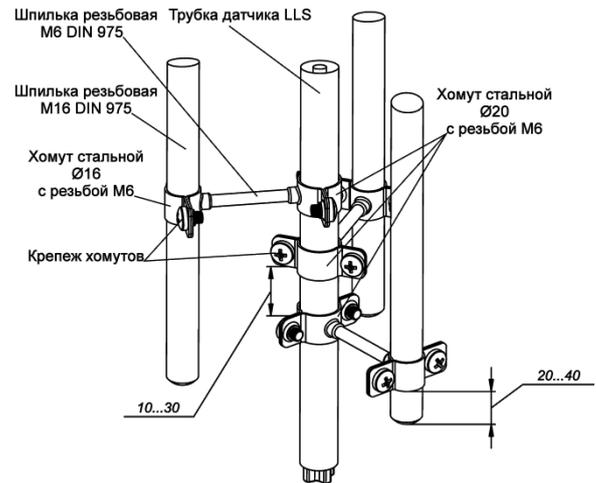

Рисунок 51
9. Собрать стальные хомуты согласно рисунку (Рисунок 51).